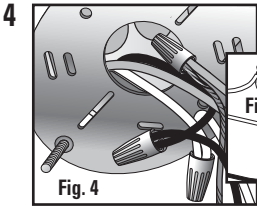
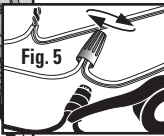

Fig. 4
Fig. 5
Connect the supply leads from the electrical box to the fixture wire leads using the wire nuts supplied in your installation hardware kit as per the illustration (Fig. 4). The black lead from the fixture goes to the black supply lead, and the white lead from the fixture goes to the white supply lead (Fig. 5). Secure the wire nuts properly to prevent the wires from coming loose. Tape the wire nuts to the wire using electrical tape. Carefully push the excess wires back inside the electrical box.
- 4**  **Fig. 4** Connectez les conducteurs d'alimentation provenant du boîtier électrique aux conducteurs des fils du luminaire en utilisant les serre-fils moyens fournis dans votre kit de visserie d'installation et en consultant l'illustration pour vous guider (**Fig. 4**). Le conducteur noir sortant du luminaire se connecte au conducteur d'alimentation noir et le conducteur blanc sortant du luminaire se connecte au conducteur d'alimentation blanc. Serrez les serre-fils correctement pour éviter que les fils ne soient desserrés (**Fig. 5**). Assujettissez les serre-fils au fil au moyen d'un ruban électrique. Rentez soigneusement toute la longueur de fil excessive à l'intérieur du boîtier électrique.
Conecte los hilos de alimentación de la caja eléctrica a los hilos terminales del aplique de luz, utilizando las tuercas para alambre de tamaño suministradas en su juego de tornillería de instalación, de acuerdo con la ilustración (Fig. 4). El hilo negro del aplique de luz va al hilo de alimentación negro y el hilo blanco del aplique de luz va al hilo de alimentación
blanco. Apriete apropiadamente las tuercas para alambre, para evitar que los cables se aflojen (Fig. 5). Pegue las tuercas al cable utilizando cinta aislante. Empuje cuidadosamente todo el exceso de cable de vuelta al interior de la caja eléctrica.